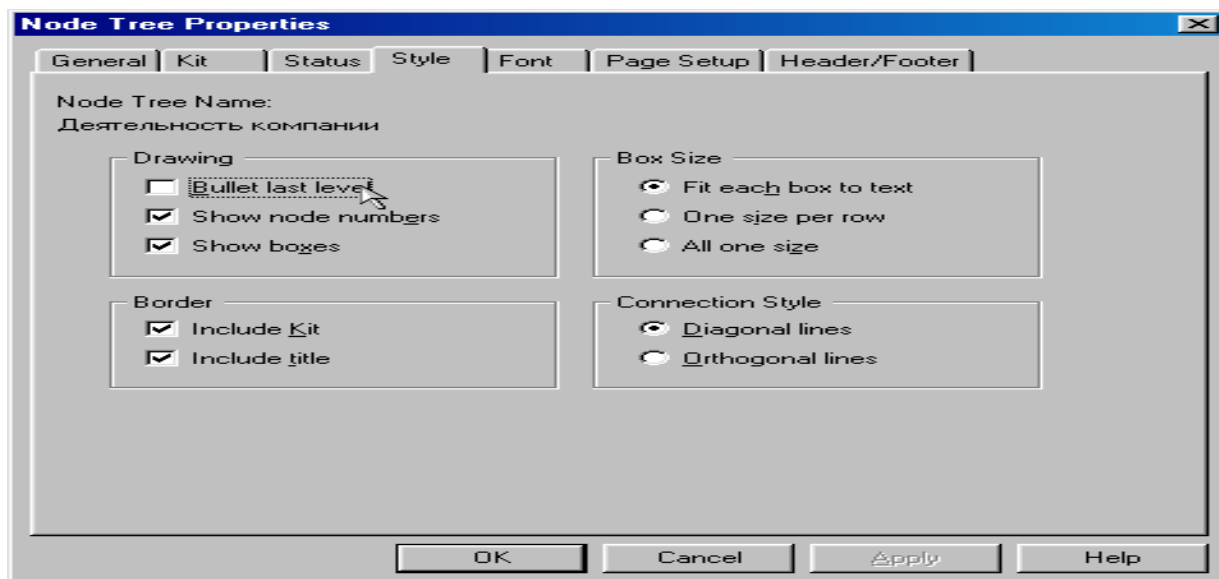

Рисунок 1.31 – Отключение опции **Bullet Last Level**
5. Диаграмму дерева узлов можно модифицировать. Нижний уровень может быть отображен не в виде списка, а в виде прямоугольников так же, как и верхние уровни. Для модификации диаграммы правой кнопкой мыши щелкните по свободному месту, не занятому объектами, выберите меню **Node tree Diagram Properties** и во вкладке **Style** диалога **Node Tree Properties** отключите опцию **Bullet Last Level** (рисунок 1.31).